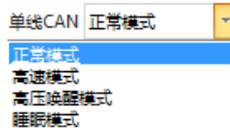

图 5.29 单线 CAN 模式
- ◇ 单线 CAN: 如果用户接入的 PORT 头是 P7356 单线 CAN 适配器, 则此功能有效, 用于设置单线 CAN 的工作模式, 有正常模式、高速模式、高压唤醒模式、睡眠模式, 如图 5.29 所示。